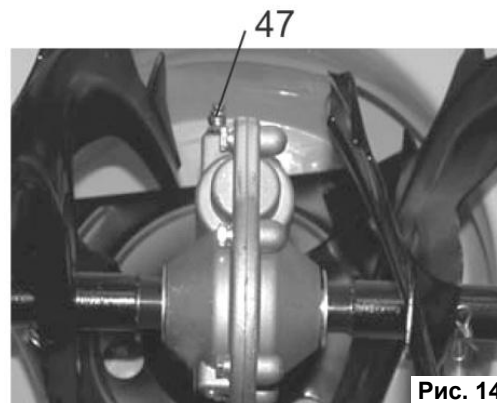

Рис. 14
- Выкрутите штуцер (47) (См. Рис.14), используя шприцеватель (в комплект не входит) закачайте около 100 г густой смазки в редуктор.